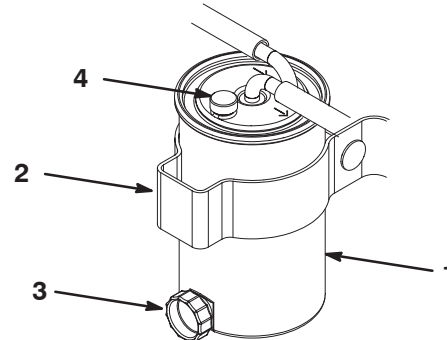

Bild 48
1. Reinigen Sie den Anbaubereich der Filterglocke (Bild 48).
3. Schließen Sie den Kraftstoffhahn unter dem Kraftstofftank (47).
4. Öffnen Sie die Ablassschraube und das Entlüftungsventil (Bild 48).